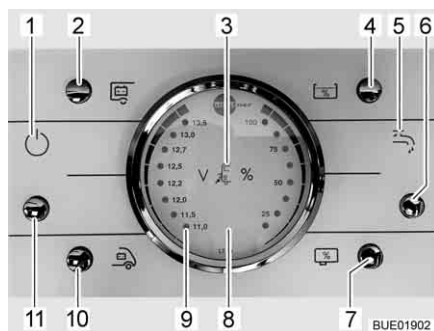

Bild 141 Panel LT 96
Knappen (Bild 141,11) kopplar till och från panelen och 12 V försörjningen till bodelen.
Slå på: ■ Tryck på knappen (Bild 141,11): 12 V-försörjningen för bodelen är påslagen. Kontrollampan (Bild 141,1) lyser.
Slå från: ■ Tryck på knappen (Bild 141,11): 12 V-försörjningen för bodelen är avstängd. Kontrollampan (Bild 141,1) slocknar.
På instrument V/Tank (Bild 141,8) beakta vänstra skalan. Instrumentet belyses automatiskt, så snart en knapp trycks.
- Tryck på knappen (Bild 141,10): Startbatteriets spänning visas.
- Tryck på knappen (Bild 141,2): Bodelsbatteriets spänning visas.
På instrumentet V/tank kan vattennivån och avloppsvattennivån avläsas. På instrument V/Tank (Bild 141,8) beakta den högra skalan. Instrumentet belyses automatiskt, så snart en knapp trycks.
- Tryck på knappen (Bild 141,4): Vattenvolymen visas.
- Tryck på knappen (Bild 141,7): Avloppsvattenvolymen visas.
Slå på: ■ Tryck på knappen (Bild 141,6): Vattenförsörjningen är aktiverad. Kontroll-lampa vattenpump (Bild 141,5) tänds.
Slå från: ■ Tryck på knappen (Bild 141,6): Vattenförsörjningen är avstängd. Kontroll-lampa vattenpump (Bild 141,5) släcks.
Den röda varningslampan "ALARM" (Bild 141,9) blinkar så snart spänningen i bodelsbatteri har sjunkit till under 11 V (mätning under pågående drift) och risk för djupurladdning föreligger.
12 V-kontrollampa (Bild 141,1) tänds när 12 V-huvudströmbrytare (Bild 141,11) är inkopplad.
230 V-kontrollampan (Bild 141,3) lyser när nätspänningen ligger på el-blockets ingång.